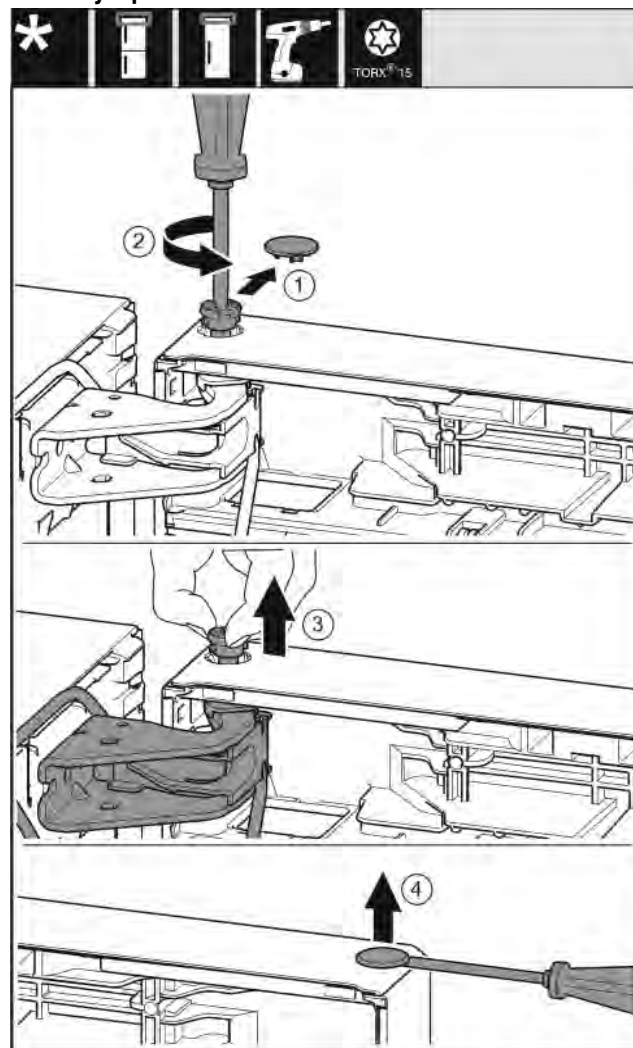

Fig. 18
- ▶ Осторожно снимите предохранительную крышку. *Fig. 18 (1)*
- ▶ Немного выкрутите палец отверткой T15. *Fig. 18 (2)*
- ▶ Удерживая дверь, извлеките палец вручную. *Fig. 18 (3)*
- ▶ Осторожно приподнимите и извлеките при помощи шлицевой отвертки заглушку из опорной втулки двери. *Fig. 18 (4)*